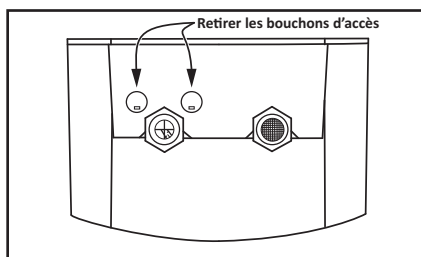

Figure 15 - Retirer les bouchons d'accès.
- 4 Au besoin, à l'aide d'un tournevis à tête plate, retirer les deux bouchons d'accès supérieurs situés à côté du mamelon de sortie. Voir Figure 15.